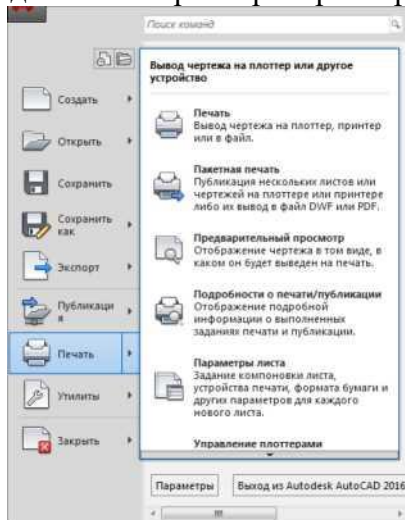
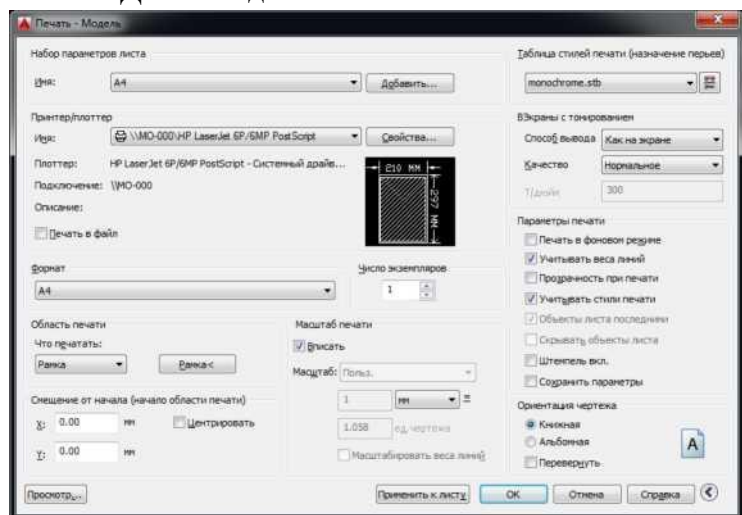

Рис.12.
Рис.13.
11. Вывод на печать осуществляется (рис. 12) вызовом команды "Печать" Откроется окно диалога Печать - Модель (или -Лист) (рис. 13). В поле "Набор параметров листов" "Имя" этого окна установите название созданной Вами компоновки, все настройки уже будут сделаны и параметры принтера внесены. Для вывода на печать нажмите ОК.